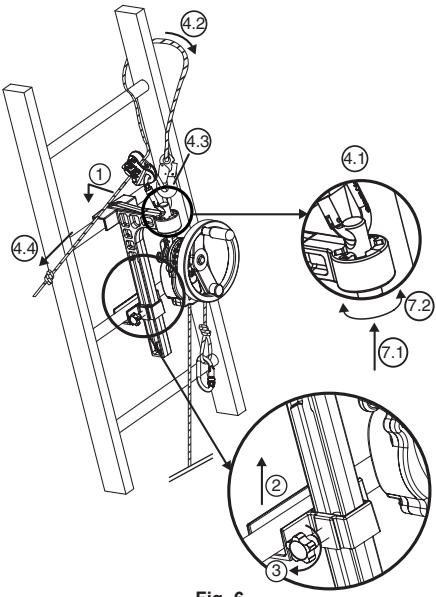

Fig. 6
#### 6.3.2. Aparelho derope™ UP B (Fig. 6)
1. Instalar o grande suporte a bloquear na barra da escada na posição escolhida para efectuar a operação de salvamento, acima da pessoa a evacuar (Fig. 6, 1).
2. Subir o carro de bloqueio ao nível da barra imediatamente abaixo do que recebe o grande suporte (Fig. 6, 2).
3. Apertar o eixo de bloqueio do carro com o botão de aperto que se encontra no lado do suporte (Fig. 6, 3).
- Fixar o mosquetão do dispositivo de ajuste LCM 05 no furo do cimo do eixo de amarração (Fig. 6, 4.1).
- Passar a linga de segurança à volta da barra da escada situada acima do suporte, contornando um dos montantes da escada (Fig. 6, 4.2).
- Ligar o mosquetão da linga de segurança no mosquetão do dispositivo de ajuste LCM 05 (Fig. 6, 4.3).
- Esticar a linga de segurança puxando pelo troço livre (Fig. 6, 4.4).
7. Orientar o aparelho derope™ conforme a necessidade, modificando a posição do eixo de amarração no dispositivo de indexação (Fig. 6, 7.1 – 7.2).